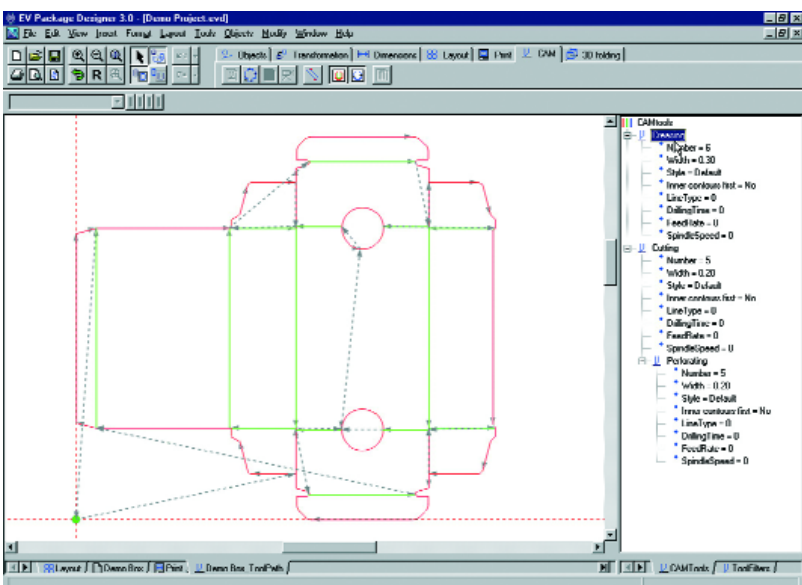

Рис. 5. Модуль оптимизации CAM
CAM module optimizer (fig. 5) allows generating NC-code for the sample and counterdie making for cutting plotters.
- **Оптимизация модуля CAM** (рис. 5) создает оптимизированный NC-код